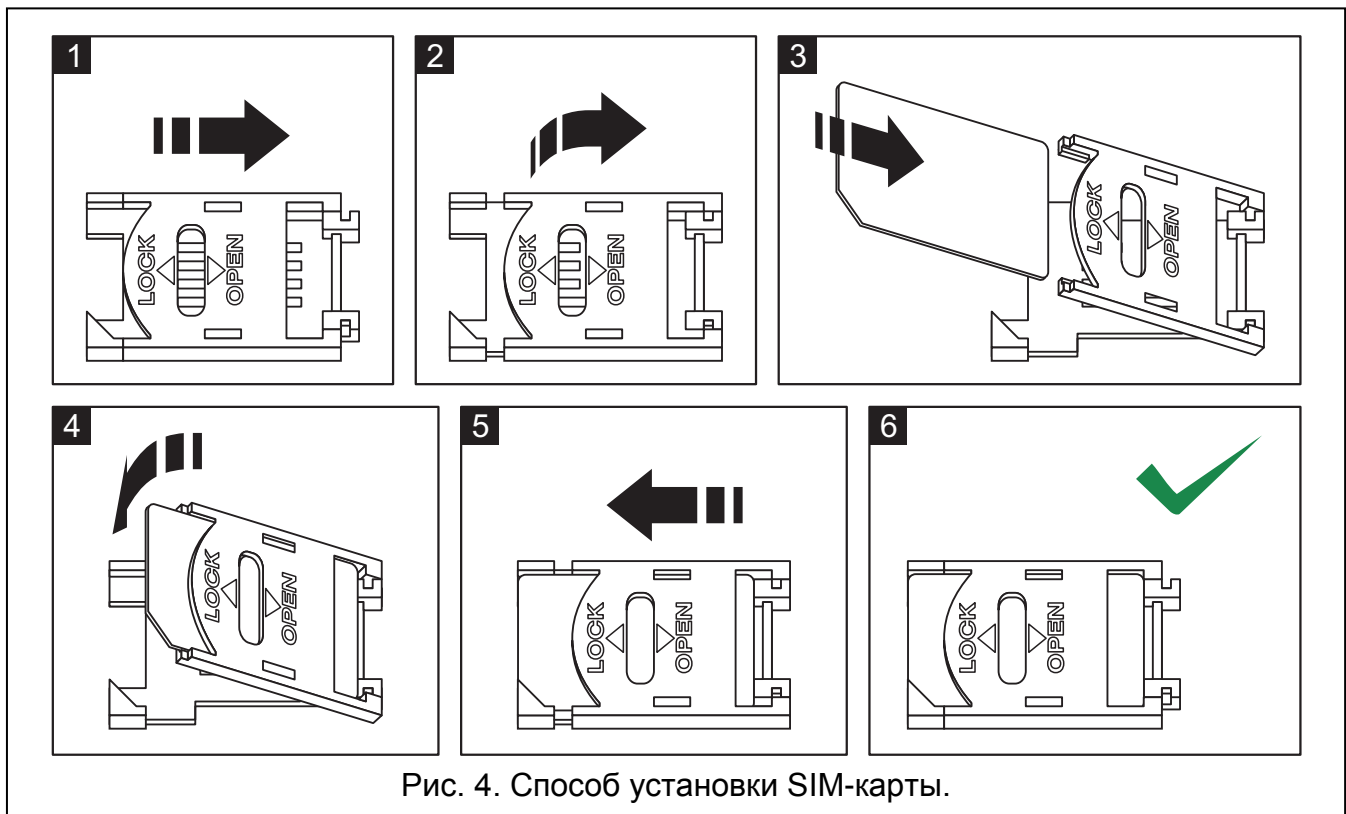

Рис. 4. Способ установки SIM-карты.
8. Вставьте SIM-карту в держатель (см.: рис. 4).